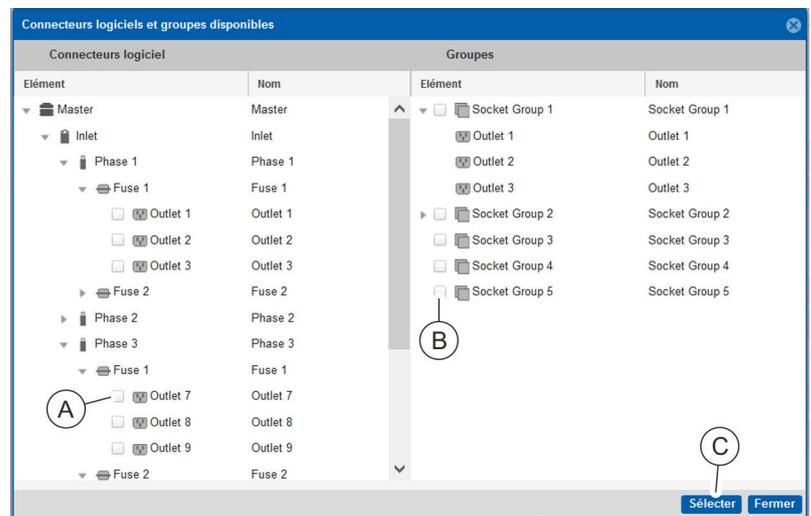

Fig. 127 : Connecteurs logiciels et groupes disponibles
- ⇒ La fenêtre « Connecteurs logiciels et groupes disponibles » (Fig. 127) s'ouvre.
- 13. Sélectionner le connecteur logiciel souhaité (Fig. 127 /A) ou le groupe (Fig. 127 /B) et appuyer sur le bouton « Sélectionner » (Fig. 127 /C) pour enregistrer la sélection.